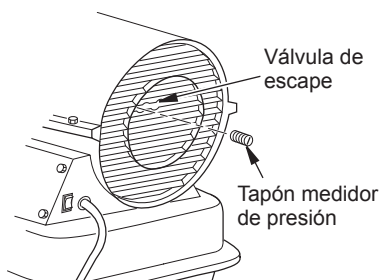

Figura 10 - Retiro del tapón medidor de presión
1. Retire el tapón medidor de presión de la cubierta del extremo del filtro (consulte la figura 10).